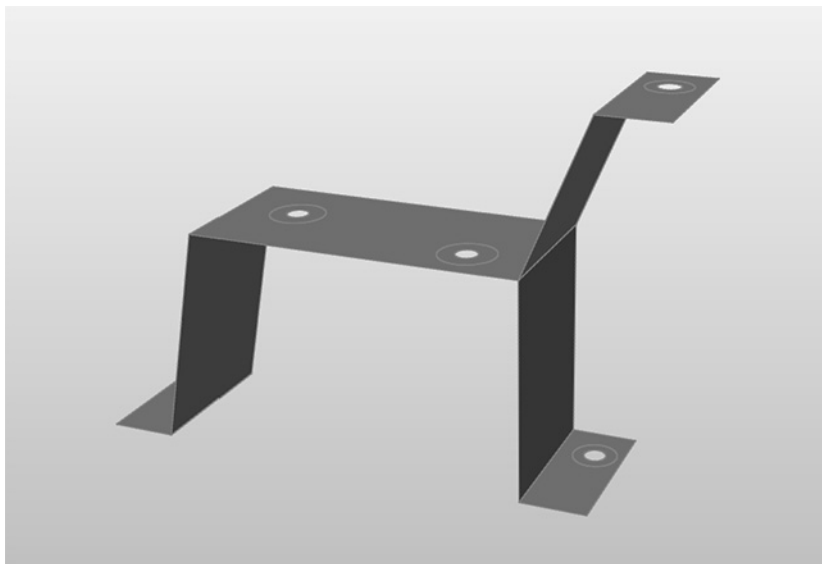

图 14-5
1) 打开安装目录 Tutorials 文件夹中的 sheet_metal_bracket.x_t 文件, 将该 CAD 模型导入 Inspire 中, 如图 14-5 所示。